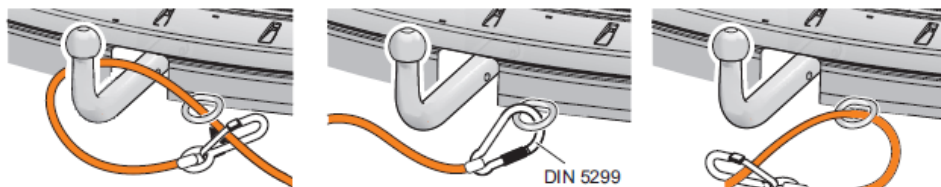

Figure 20 - Cable de retenue
3. Attachez le câble de détachement à un point de résistance adéquat sur le véhicule (Figure 20).